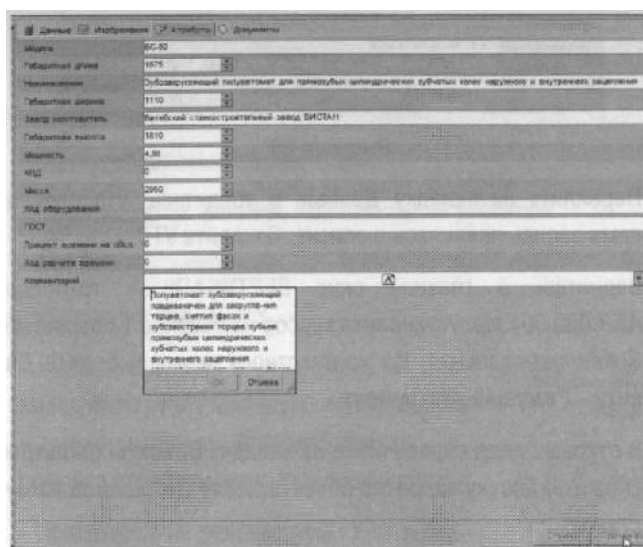

Рисунок 62
5. После ввода данных нажмите кнопку **Применить** внизу справа (рис. 62).